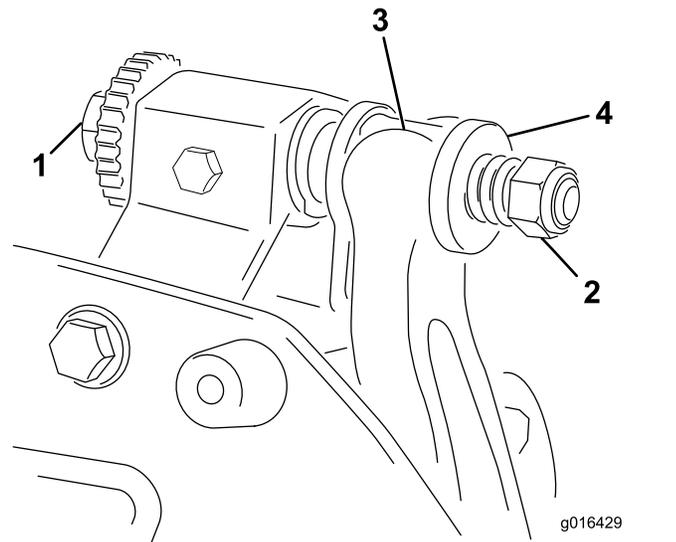

Figure 17
1. Tournez la vis de réglage de la barre d'appui dans le sens antihoraire pour éloigner la contre-lame du cylindre (**Figure 17**).
2. Faites sortir l'écrou de tension du ressort jusqu'à ce que la rondelle ne soit plus tendue contre la barre d'appui (**Figure 17**).
1. Montez la barre d'appui en positionnant les languettes de montage entre les rondelles et la vis de réglage de la barre d'appui (Figure 17).